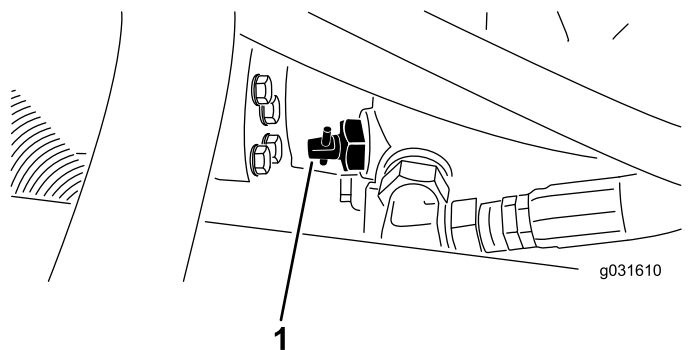

Рисунок 28
1. Найдите перепускной клапан на насосе (Рисунок 28) и ослабьте его, повернув на 90° (на 1/4 оборота).